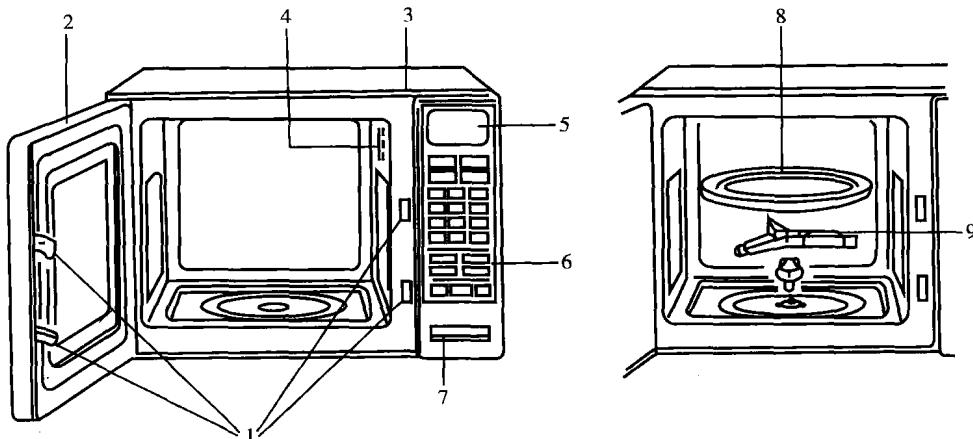

图1-4 电脑控制式微波炉的外部构造
7. 控制面板 机械控制式微波炉的控制面板，参见图 1-3，电脑控制式微波炉的控制面板，参见图 1-4。控制面板的功能是用来选择烹饪方式和时间的。